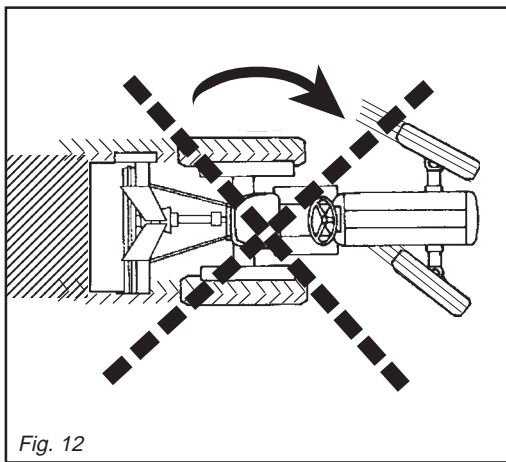
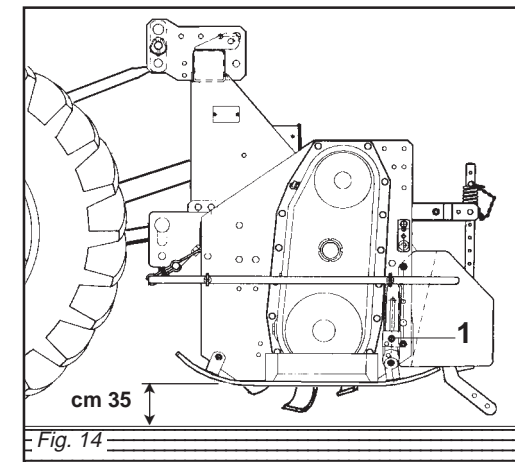

Fig. 12
Fig. 14
Evitare di far girare a vuoto (fuori del terreno) la macchina. Durante il lavoro evitare di effettuare curve con la macchina interrata, ne tantomeno lavorare in retromarcia (Fig. 12, 13). Sollevarla sempre per i cambiamenti di direzione e le inversioni di marcia. Durante il trasporto, od ogni qualvolta si renda necessario il sollevamento della macchina, è opportuno che il gruppo di sollevamento del trattore venga regolato in modo che la macchina stessa non sia sollevata da terra per più di 35 cm circa (Fig. 14).
*Never allow the machine to operate out of the soil. During work, avoid turning corners while the implement is soil working. Never work in reverse (Fig. 12, 13). Always raise the implement in order to reverse or change direction.*
*During transport, or whenever the implement must be raised, it is advisable to adjust the lift unit of the tractor so that the implement itself is not raised more than about 35 cm from the ground (Fig. 14).*
Vermeiden Sie es, die Maschine unbelastet (außerhalb der Erde) laufen zu lassen. Wenn das Maschine unterirdisch arbeitet, keine Kurven fahren und auch nicht rückwärts fahren (Abb. 12, 13). Das Gerät zum Ändern der Richtung und zum Wenden immer ausheben. Während des Transportes, jedesmal wenn das Ausheben des Maschine erforderlich wird, sollte der Kraftheber des Schleppers immer so eingestellt werden, daß das Maschine nicht mehr als circa 35 cm Abstand vom Boden aufweist (Abb. 14).
*Évitez de faire tourner l'appareil à vide (hors du sol). Pendant le travail évitez les virages quand la machine est enterrée ou bien en marche arrière. Relevez toujours l'appareil lors des changements de direction et des inversions de marche (Fig. 12, 13). Pendant le déplacement et chaque fois qu'il faut relever la machine, veillez à ce que le groupe de relevage du tracteur soit réglé de manière à la soulever au moins de 35 cm (Fig. 14).*
Evitar hacer girar en vacío (no apoyada sobre el terreno) la máquina. Durante el trabajo evitar efectuar curvas con la máquina enterrada y no trabajar marcha atrás. Alzarla siempre para cambiar de dirección y para las inversiones de marcha (Fig. 12, 13). Durante el transporte, cada vez que se hace necesario alzar el equipo, es conveniente que el grupo de elevación del tractor se regule en modo tal que el equipo mismo no se alce desde el suelo más de 35 cm aprox. (Fig. 14).